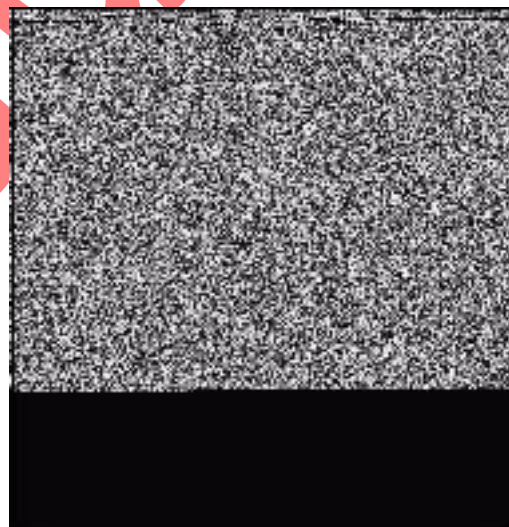

Fig. 116
1. Install pilot jet ([A] Fig. 116).